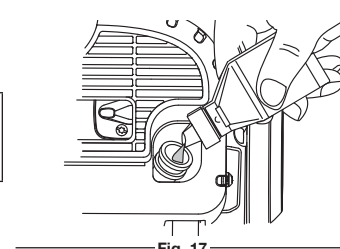

Fig. 17
4. Vuelva a llenar el cárter con 2.03 onzas fluidas (60 ml) de aceite SAE 30 SF, SG, SH (Fig. 17).